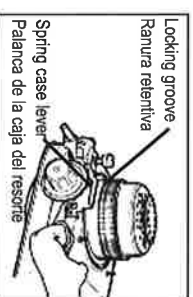

Figure 3/ Figura 3
- (Spring case) Some models have a spring case assembly located behind the knob. For these models, push the spring case lever upward to release it from it's locking groove and pull the knob towards you. Remove the wick holder by lifting upwards and away from the heater (Fig. 3).
- (Con funda de muelles) Algunos modelos tienen un ensamblaje de funda de muelles situado detrás del botón. En estos modelos, empuje el nivelador de la funda de muelles hacia arriba para liberarlo de su ranura de cierre y tire del tirador hacia usted. Retire el aguantador de mecha tirando hacia arriba y hacia afuera de la estufa (Fig. 3).